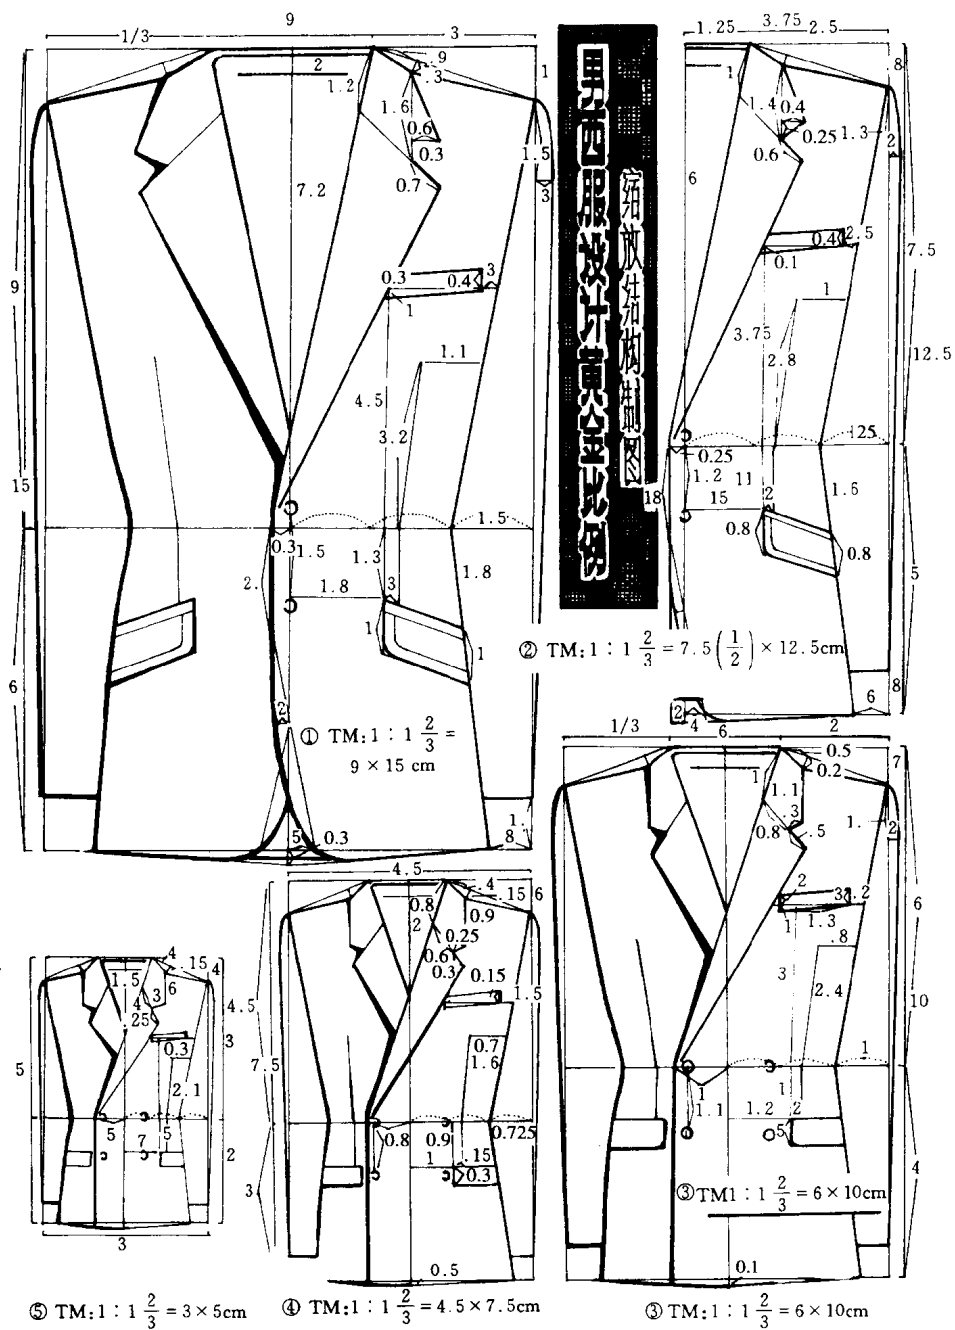

图 8-1-4
①TM 定律: $1:1 \frac{2}{3} = 9 \times 15\text{cm}$ ②TM 定律: $1:1 \frac{2}{3} = 7.5 (\frac{1}{2}) \times 12.5\text{cm}$ ③TM 定律: $1:1 \frac{2}{3} = 6 \times 10\text{cm}$ ④TM 定律: $1:1 \frac{2}{3} = 4.5 \times 7.5\text{cm}$ ⑤TM 定律: $1:1 \frac{2}{3} = 3 \times 5\text{cm}$ (图 8-1-4)。